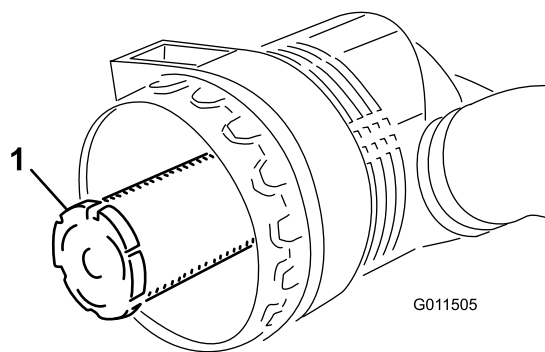

Figura 47
**Importante:** Non cercate mai di pulire il filtro di sicurezza (Figura 47). Sostituitelo ogni 3 interventi di manutenzione sul filtro primario.